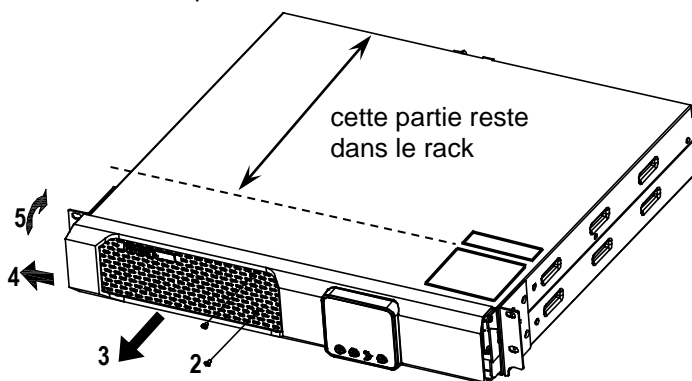

Fig. 22 : Retrait du capot avant de l'UPS
2. Retirez ensuite les deux vis centrales du panneau avant (2) à l'aide d'un tournevis cruciforme adapté (outil conseillé : Philips PH1).
3. Saisissez les côtés gauche et droit du panneau avant, tirez l'UPS d'environ 70 mm vers l'avant (3), de manière à pouvoir lire les consignes de sécurité de l'autocollant argenté placé sur le boîtier de l'UPS (voir aussi la Figure 22 ci-après).
4. Faites glisser le panneau avant de quelques millimètres vers la gauche (4). Le dispositif de verrouillage se débloque...
5. ... et vous pouvez alors soulever le panneau tout entier vers le haut (5). Veillez à ne pas sectionner le ruban flexible relié à l'écran LCD. L'opération doit être effectuée délicatement.